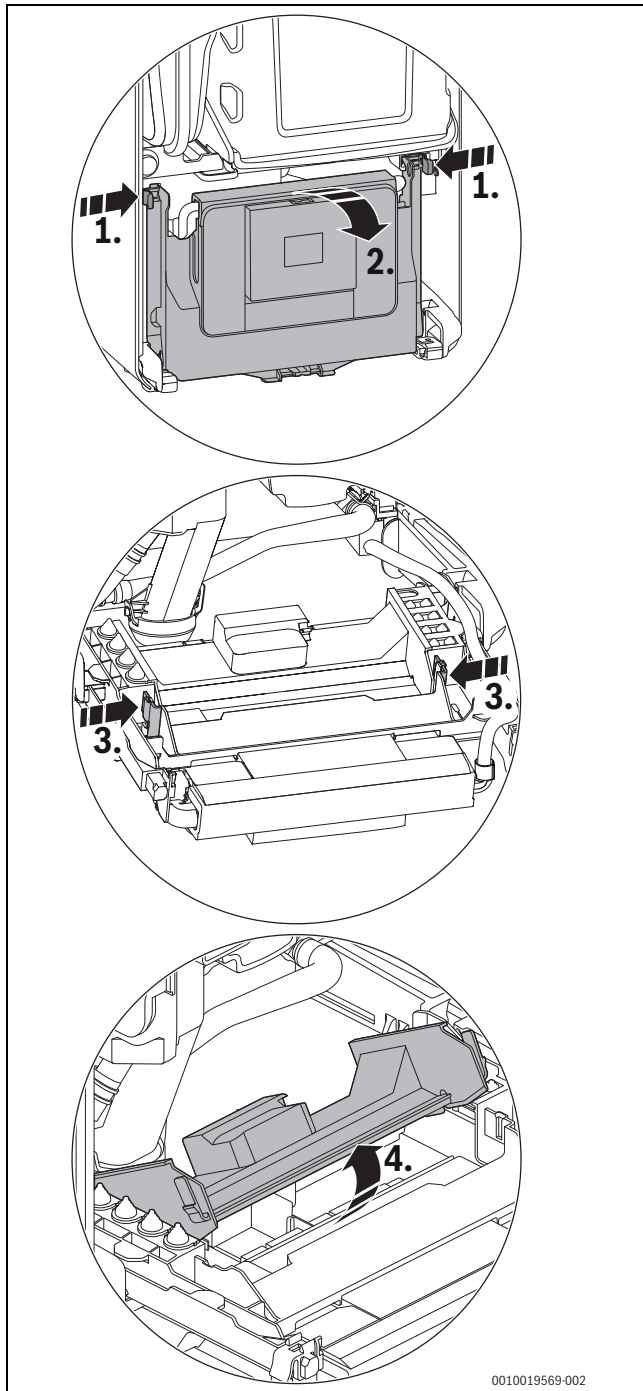

Bild 81 Abdeckung öffnen
- Steuergerät herunterklappen (→ Bild 81, Seite 44).